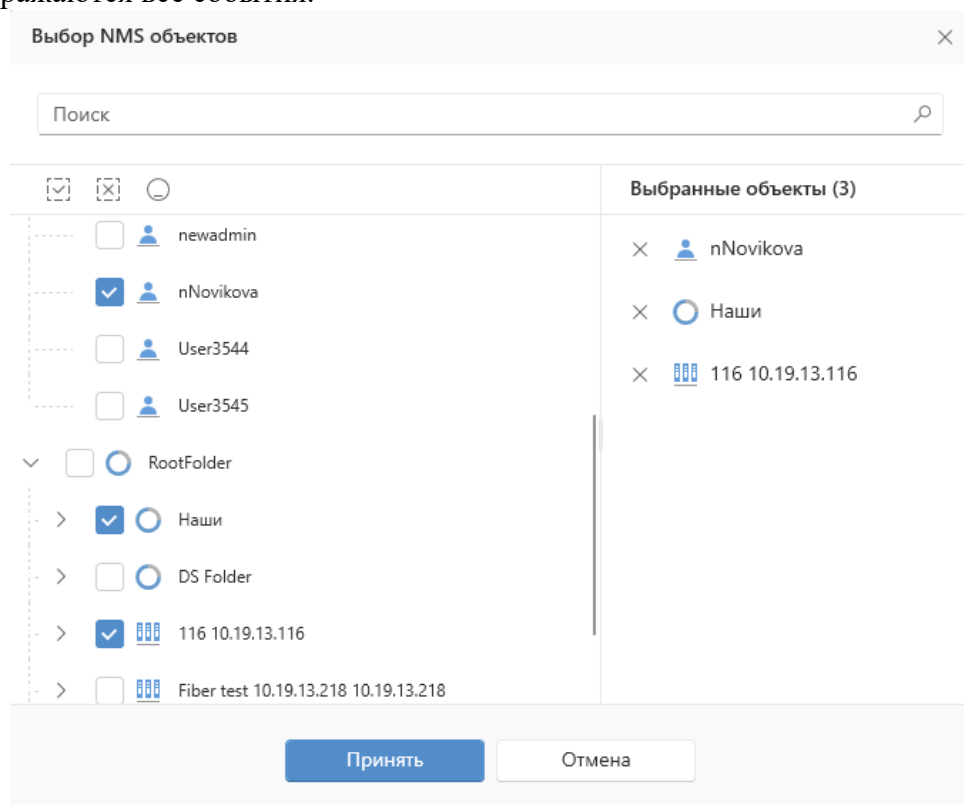

Рисунок 86 - Фильтр по объектам журнала безопасности
- **Объект** – при установленном фильтре отображаются только события, относящиеся к выбранным объектам. При пустом поле отображаются события для всех объектов. Для выбора объектов необходимо нажать на кнопку  в правой части поля и в появившемся окне (Рисунок 86) отметить один или нескольких объектов, после чего нажать на кнопку **Принять**.